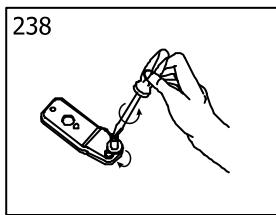

Рисунок 4.1
**3** - Положите холодильник левой стороной вниз, Открутите винты, крепящие нижний шарнир и снимите его. Открутите регулирующую ножку с левой стороны холодильника и переставьте ее на правую сторону. Отвинтите шпильку и регулирующую ножку нижнего шарнира(для 317 модели) и вставьте их в следующие отверстия(Рис. 4.1, 4.2). Затем установите шарнир на левой стороне холодильника.